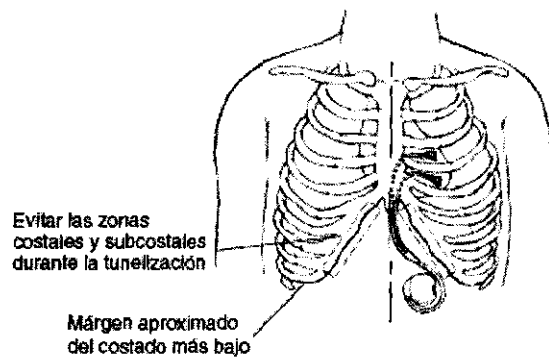

Figura 11. Tunelización el cable
3. Dejando el cuerpo de cable profundamente insertado en la musculatura abdominal, salga del tórax a través del espacio subxifoideo. Salga del tórax formando un ángulo, no paralelo, hasta el plano medio sagital para reducir el sangrado agudo del cable en el borde subcostal. Si se tuneliza el cable lateralmente o se sale del tórax cerca del área subxifoidea, se reducen las posibilidades de fracturas del conductor (Figura 11).